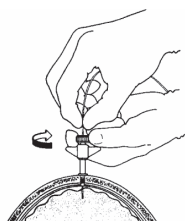

図 5
- (8) ボルトキャップを時計回りに回してきつく締め、マイクロセンサーを固定する(図 5 参照)。